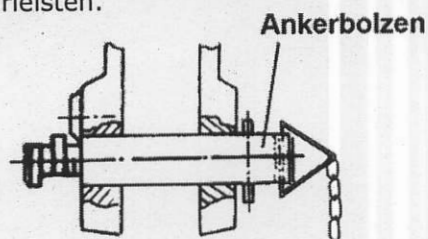

Abb.3
- Der Ankerbolzen (9 - Abb.3) dient dazu, die Handseilwinde zu befestigen.